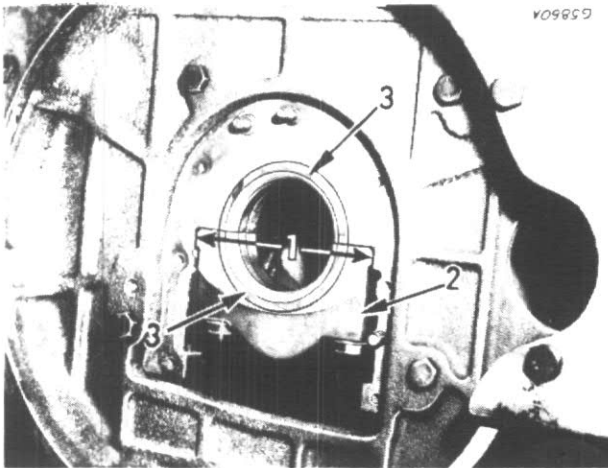

Figure 111
Au montage du chapeau du palier de butée de vilebrequin (sans douilles de centrage), assurez-vous que les flasques de butée (3) fig. 111 du demi-coussinet supérieur et inférieur sont parfaitement alignés.